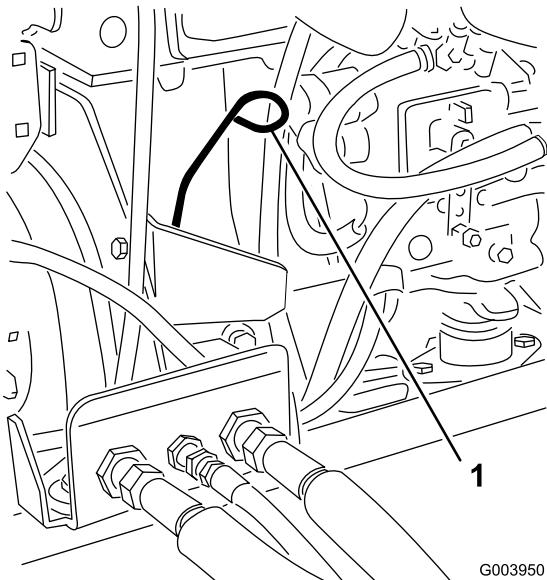

Figura 30
3. Retire la varilla, límpielala, y vuelva a colocarla (Figura 30).